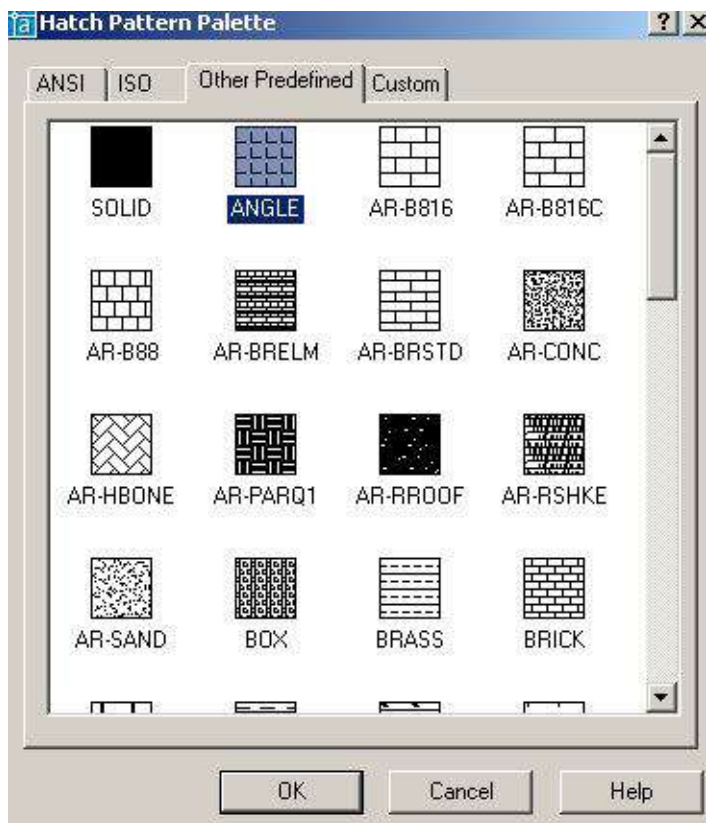

Рис. 41.
1. Вкладка **Hatch** (Штриховка) позволяет выбирать образцы штриховки, которые имеются в области **Pattern:** (Образец:). Можно пользоваться как раскрывающимся списком, так и диалоговым окном **Hatch Pattern Palette** (Палитра образцов штриховки), содержащим пиктограммы с графическими образцами различных штриховок (рис. 41). Для выбора образца штриховки достаточно указать его изображение.